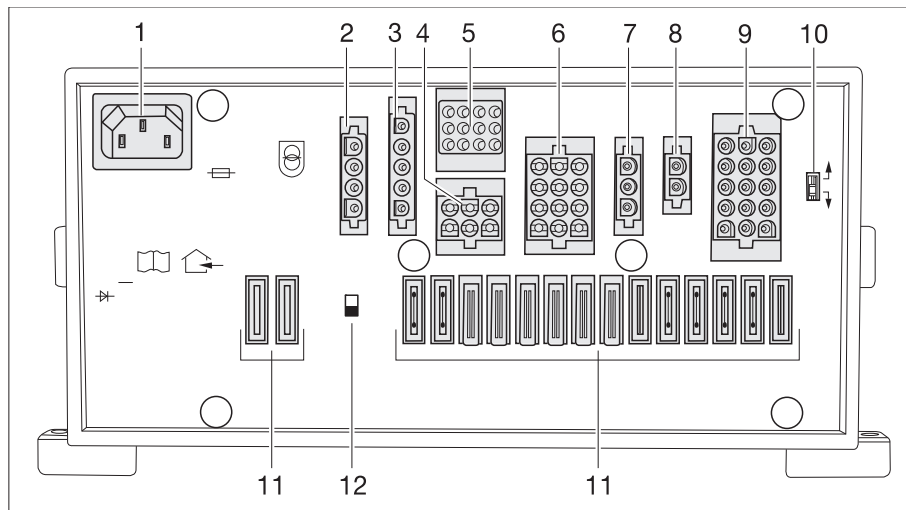

Fig. 263 Centralina elettrica (EBL 119)
- ▷ L'interruttore staccabatteria (Fig. 263,12) disconnette dalla rete a 12 V tutte le utenze collegate alla centralina elettrica.
- ▶ Se il selettore batteria (Fig. 263,10) è impostato scorrettamente, si può formare ossidrogeno. Pericolo di esplosione!
Con il selettore batteria (Fig. 263,10) il modulo caricabile nella centralina elettrica può essere impostato sul tipo di batteria dell'abitacolo incorporata nel veicolo ("al piombo-gel", "al piombo-acido" o AGM).